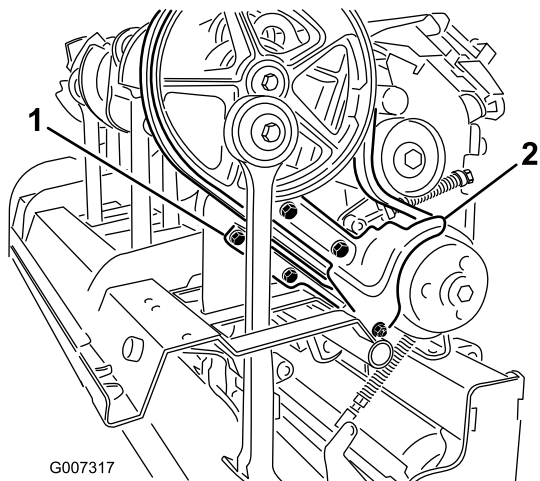

Figura 37
3. Retire os fixadores que prendem a proteção contra sujeidade e a proteção da correia inferior (Figura 37). Retire a proteção contra sujeidade e a proteção da correia inferior.